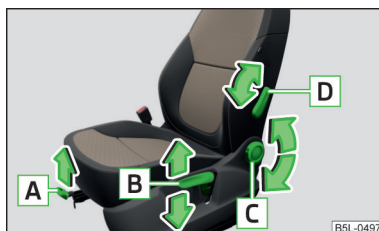

Fig. 39
Descripción de la imagen » fig. 39
- Tire de la palanca **A** » fig. 39 en la dirección de la flecha y deslice el asiento en la dirección deseada.
- Tire de nuevo de la palanca **B** » fig. 39 en el sentido de una de las flechas y presione.
- Descargue el respaldo (no se apoye en él) y gire la ruedecilla manual **C** » fig. 39 en el sentido de una de las flechas.
- Gire la palanca **D** » fig. 39 en el sentido de una de las flechas.